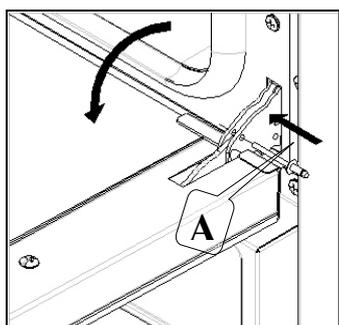

Fig. 6
- Inserir no buracos "A" nas duas dobradiças as fichas especiais previstas (Fig. 6);